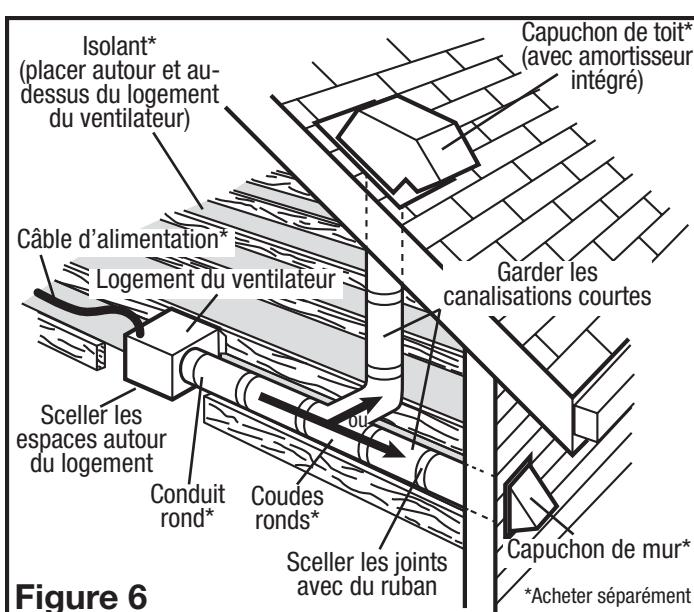

Figure 6
2. Assurez-vous que les joints des conduits et les pénétrations extérieures sont scellés avec du mastic ou tout autre matériau similaire pour créer un passage d'air étanche afin de minimiser la perte ou le gain de chaleur et réduire le risque de condensation. Placez / enveloppez l'isolant autour du conduit et / ou ventilateur afin de minimiser la possibilité d'accumulation de condensation à l'intérieur du conduit, ainsi que la perte ou le gain de chaleur (**Figure 6**).